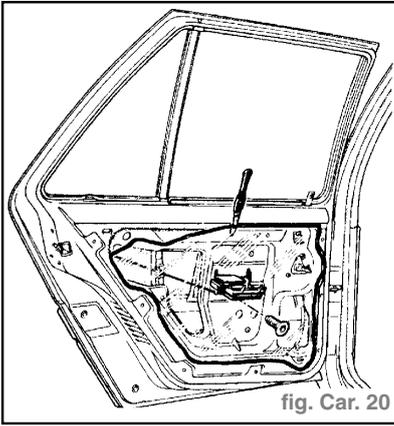

fig. Car. 20
- Déposer la garniture en découpant au fur et à mesure le joint. (fig. Car. 20)